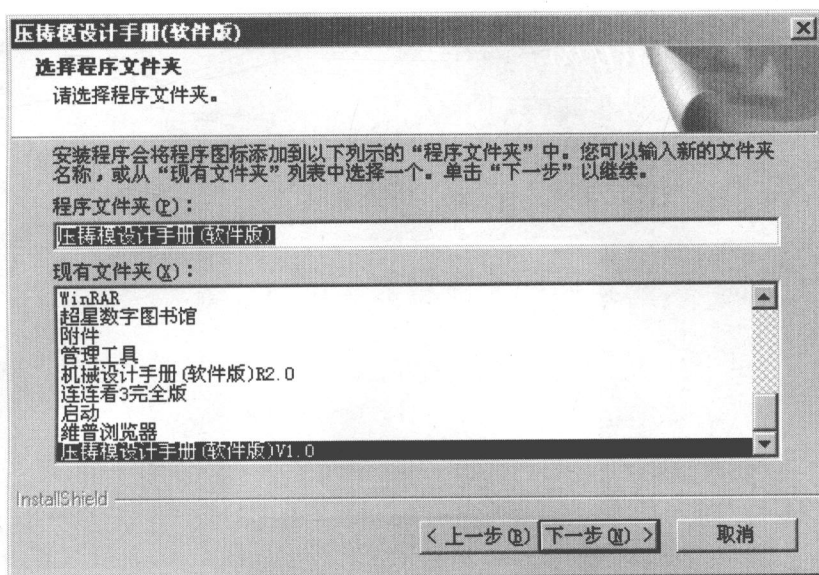

图 1-8 选择程序文件夹界面
(8) 单击“下一步”按钮，显示选择程序文件夹界面，如图 1-8 所示。您可以输入新的文件夹名，或从现有文件夹列表选择一个。